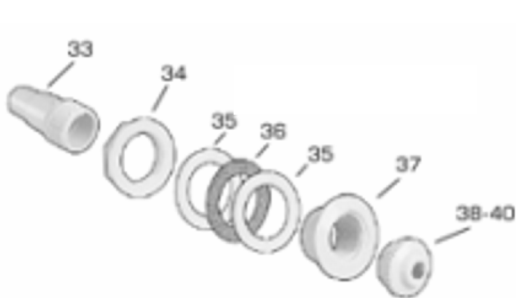

Abb. 17 Einlass (Einströmdüse)
- Zerlegen Sie die Einströmdüse, das ist jene mit der Kugelverschraubung (Abb. 17).